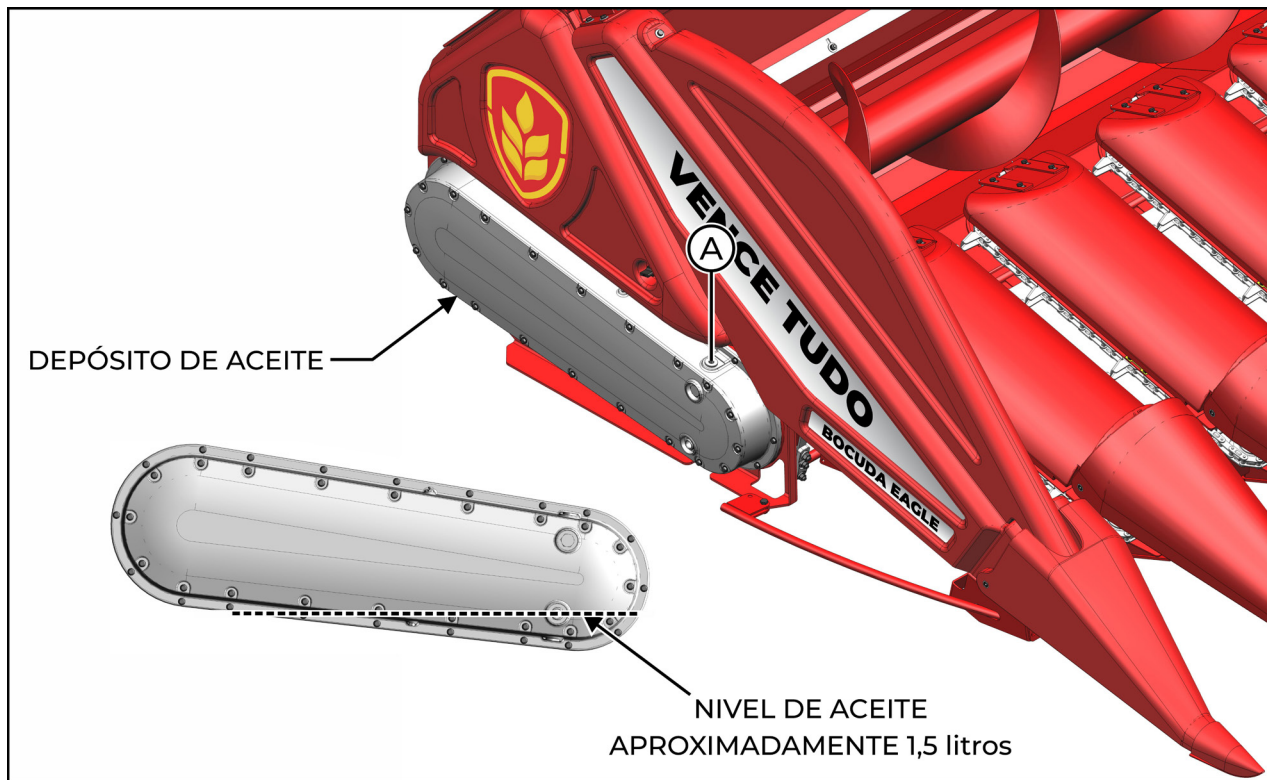
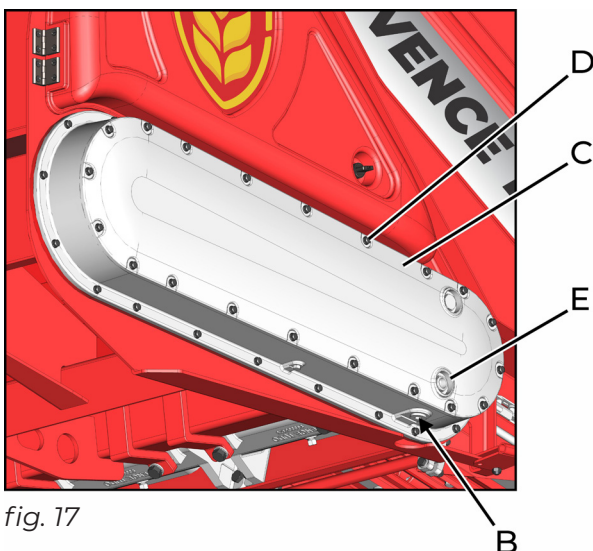
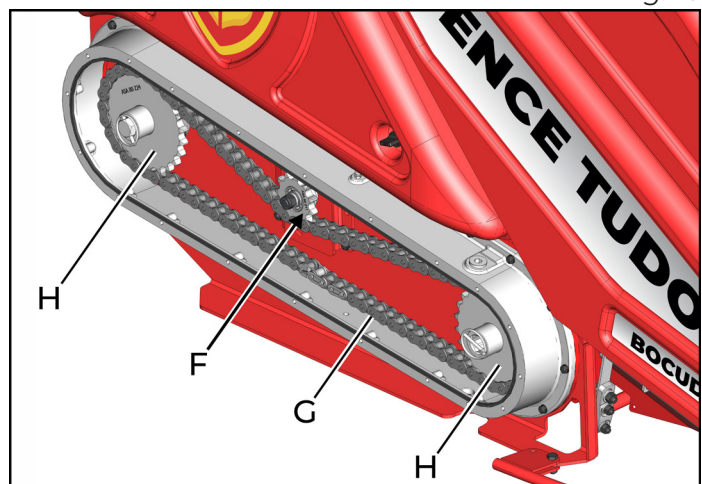

fig. 16
fig. 17
fig. 18
1. Con un recipiente limpio, vacíe el aceite por medio del tapón inferior (B) (fig. 17) del depósito de aceite;
2. En este caso, retire la tapa (C), removiendo todos los tornillos (D);
3. Suelte el tensor (F) (fig. 18) y quite la cadena (G);
4. Sustituya las ruedas dentadas (H) conforme la opción deseada;
7. Monte la tapa del depósito (C) (fig. 17), vuelva a colocar el tapón inferior (B) y, por medio del tapón superior (A) (fig. 16), reabastezca el aceite.
El aceite recomendado para el sistema de transmisión es SAE 85W 140 o SAE 90. El nivel se puede observar a través del visor inferior (E) (fig. 17). Cantidad aproximada de 1,5 litros.